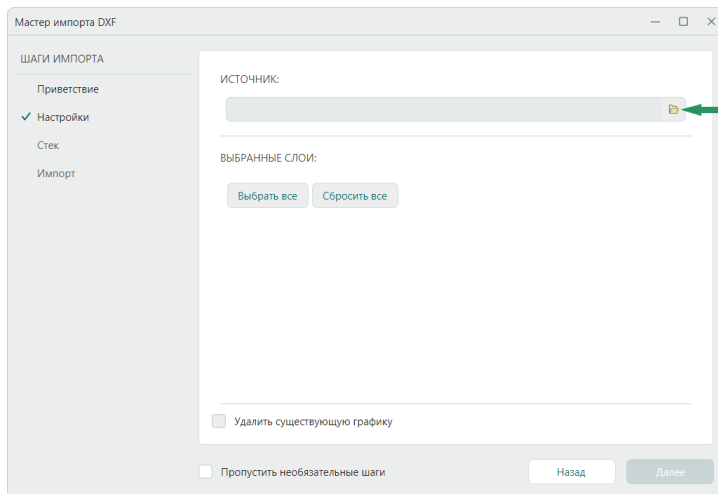

Рис. 64 Выбор файла для импорта .dxf
3. Выберите файл для импорта с помощью кнопки  в поле «Источник», см. Рис. 64.